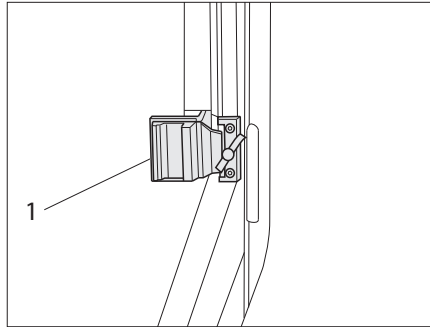

Fig. 60 Finestra scorrevole con bloccaggio scorrevole
- Ruotare il bottone di bloccaggio (Fig. 60,1) portandolo in posizione verticale.
- Premere la maniglia (Fig. 60,2) e spingerla contemporaneamente in avanti o indietro.